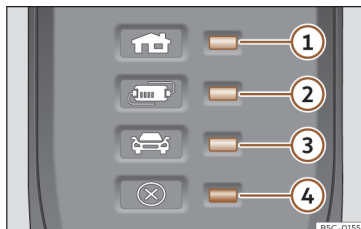

Fig. 213 En el cable de carga para tomas de corriente: Testigos de control en el dispositivo de protección.
»» **fig. 213:**
»» **fig. 213** hace que el conector de carga
Uno o varios testigos de control»» **fig. 213**
Indicación »» fig. 213	Significado
Si el testigo de advertencia ④ rojo parpadea o se enciende sin que se encienda a su vez de forma permanente un testigo de control >>> fig. 213 ①, ② o ③ el indicador de funcionamiento, hay una avería.
Indicación >>> fig. 213	Significado